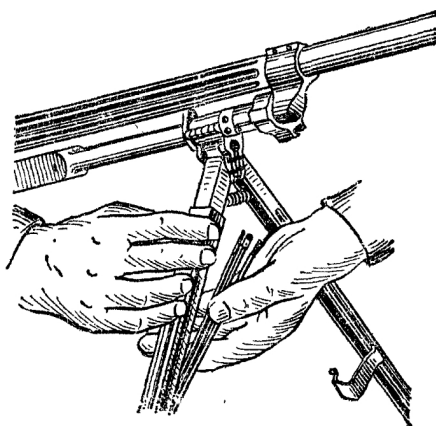

Рис. 5. Отделение звеньев шомпола от ноги сошки
4) **Отделить звенья шомпола от ноги сошки.** Отвести передвигной хомутик вверх и отделить звенья шомпола от ноги сошки (рис. 5).